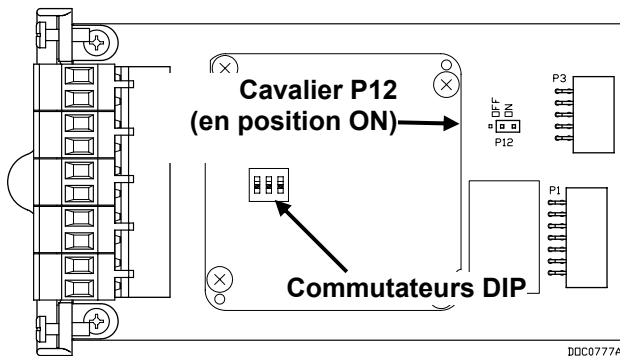

Figure 7. Cavalier P12 sur le module H1 PWR
5. Placez le module comme indiqué en figure 7.